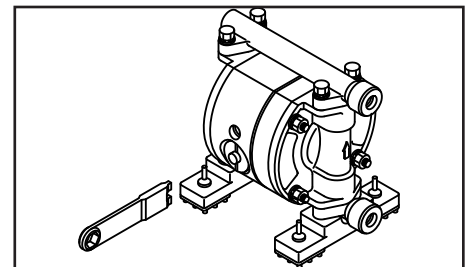

Figure 30
- Enlevez le couvercle à l'aide de l'outil accessoire (outil spécial : N° réf. 771132). (voir Figures 30 & 31).